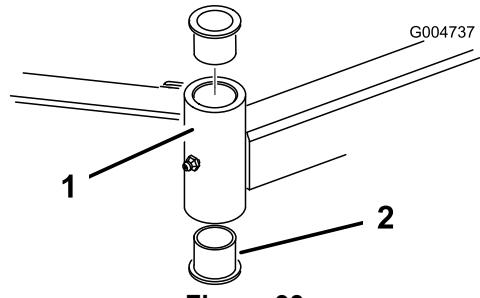

Figura 93
4. Inserte un botador fino en la parte superior o inferior del tubo de montaje y dé golpes hasta retirar el casquillo del tubo (Figura 93). Retire también el otro casquillo del tubo. Limpie el interior de los tubos para eliminar toda suciedad.